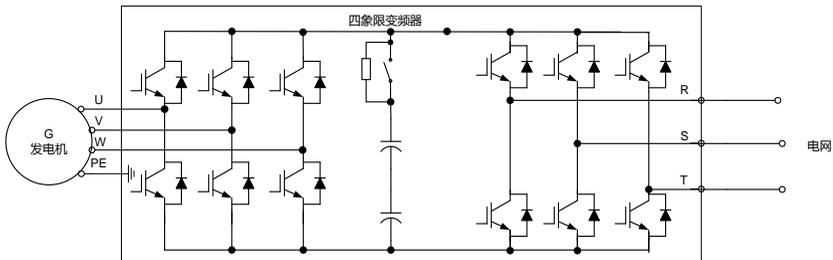

图 4.7 永磁同步电机参数辨识拓扑图
1. 按图 4.7 参数辨识拓扑接线，三相市电连接四象限变频器 U、V、W 端子（或者把 (+) (-) 端子接上 540V 直流电源），发电机连接四象限变频器 R、S、T 端子，确保接线正常。
1. 按图 4.7 参数辨识拓扑接线，三相市电连接四象限变频器 U、V、W 端子（或者把（+）（-）端子接上 540V 直流电源），发电机连接四象限变频器 R、S、T 端子，确保接线正常。